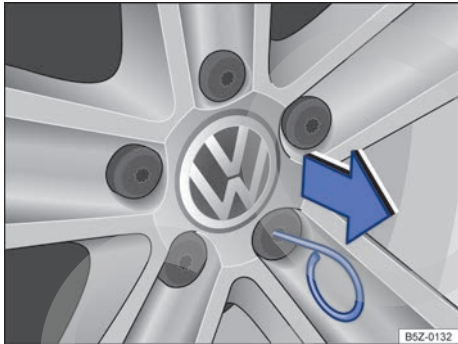

Fig. 160 Retire los capuchones de los tornillos de rueda.
- Pase el gancho extractor por la abertura del capuchón ⇒ fig. 160 y retírelo en el sentido de la flecha.